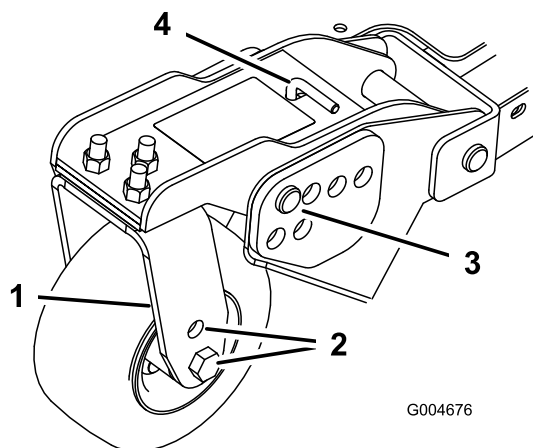
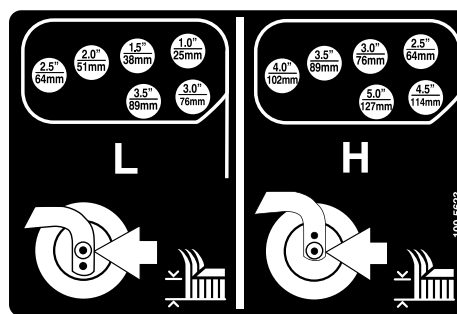

Figura 23
Figura 24
1. Posizionate gli assali delle ruote orientabili negli stessi fori di tutte le forcelle (**Figura 21** e **Figura 23**).
- Togliete la coppiglia ed i perni con testa dai bracci di rotazione delle ruote orientabili (Figura 23).
- Girate il tenditore per alzare o abbassare il braccio di rotazione finché i fori non sono allineati con i fori della staffa dell'altezza di taglio selezionati, nel telaio del piatto di taglio (Figura 23 e Figura 24).